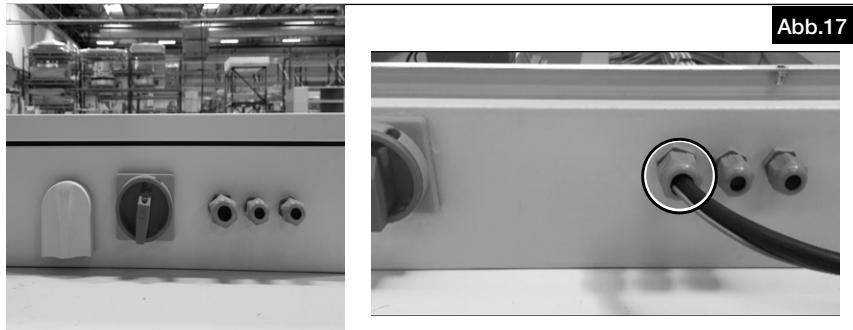

Abb.17
1. Abdeckung des Klemmenkastens öffnen (s. Abb.17).